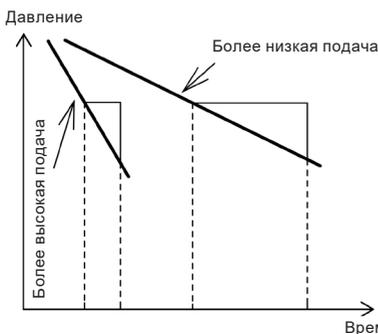

Рис. 3
- при высоком расходе давление падает быстро. Смотрите Рис. 3.